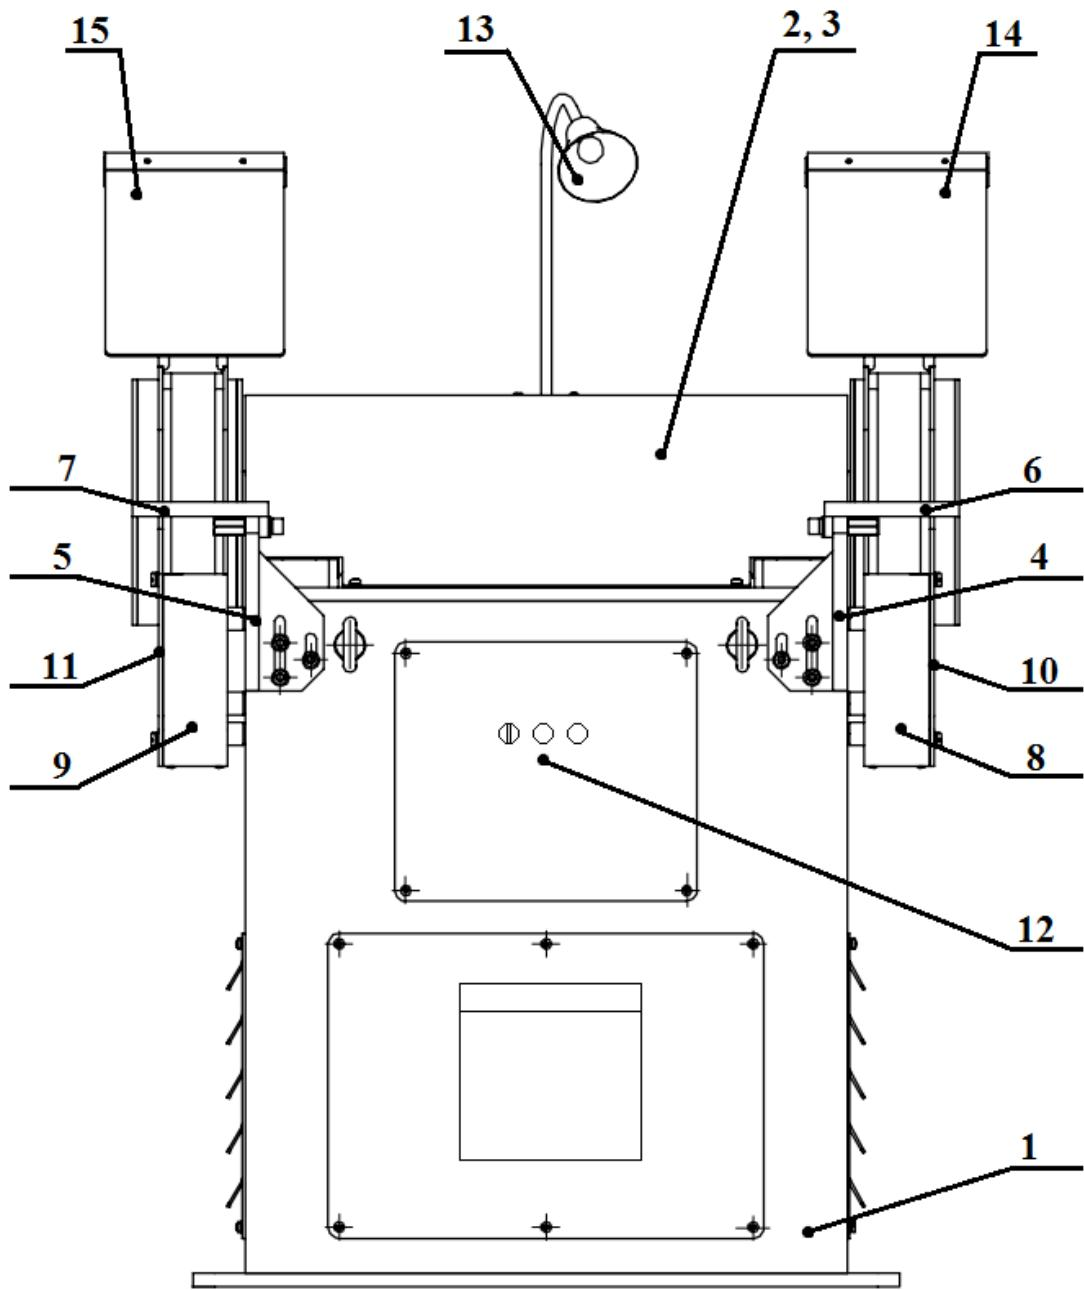

Рис. 4 Общая компоновка станка.
6.1 Изображение станка с обозначением составных частей и основных деталей приведено на рис. 4.
## **6.2 Общая компоновка станков (Рис. 4).**
9.4. Для смены круга надо снять крышку кожуха 11 или 10 (см. рис. 4), отвернуть центральный винт и снять планшайбу вместе с кругом. Отвернуть восемь винтов M12 фланца, снять фланец и круг.